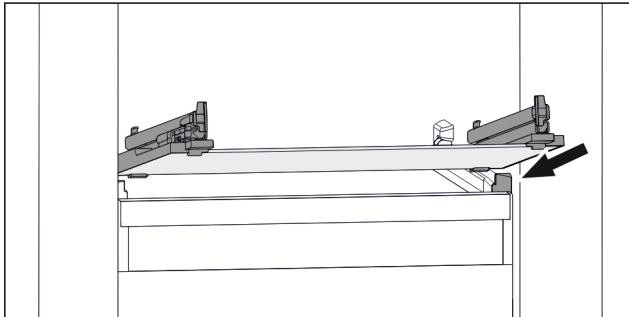

Fig. 167 Приближене відображення скляної пластини
- Встановити скляну пластину за стопорами навскоси. (див. Fig. 167)